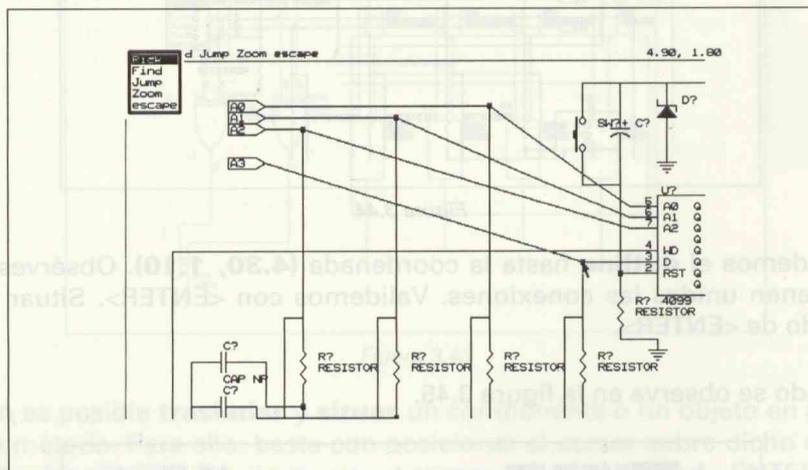

Figura 3.46
2. Situemos el cursor en **X=4.90 Y=1.80**. Tras pulsar <ENTER>, aparece un pequeño submenú de cinco opciones tal y como muestra la figura 3.46.